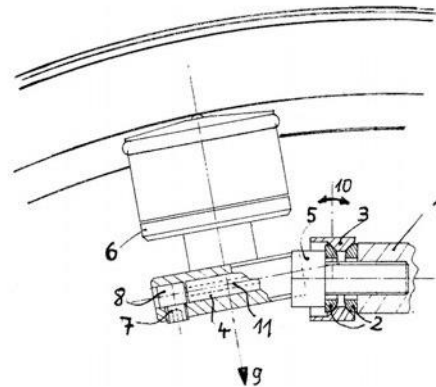

Abbildung 1
Mit 11° Neigungswinkel ist dieser Adapter (siehe Abbildung 1) für die übliche Gabelgeometrie bei 26" und 28"-Rädern ausgelegt. Statt am linken Vorderrad-Bremssockel kann er bei vielen Rädern auch am rechten Hinterrad-Bremssockel montiert werden. Die Montageschritte sind dabei identisch:
- 1) Entferne die M6-Schraube (5 in Abb.1), mit der die Bremse auf dem Sockel (1) gehalten wird.
- 2) Stell sicher, dass die konvexen Seiten der Kugelscheiben (2) im Adapter anliegen. Setze den Adapter (3) ohne Dynamo waagrecht so vor den Sockel, dass das Röhrchen (4) nach vorne zeigt und zieh nur lose an. **Achtung:** Sicherstellen, dass die M6-Schraube mindestens fünf Umdrehungen/Gewindegänge tief im Sockelgewinde eingeschraubt ist, da ansonsten die sichere Funktion der Bremse beeinträchtigt wird.
- 4) Höhenjustage: Schiebe den Dynamo (6) auf das Röhrchen, wobei die Anschlusskabel nach außen zeigen und drehe den Adapter, bis der O-Ring des Dynamos etwa in der Felgenmitte anliegt.
- 5) Seitenjustage: Ist bei diesem Adapter nicht möglich und normalerweise auch nicht nötig, da die Bremssockel einen genormten Abstand haben. Bei schmalen Felgen, schrägen Felgenflanken oder abweichenden Sonderkonstruktionen kann es nötig sein, den Dynamo „auf Umschlag“ zu montieren, damit er näher an die Felge rückt. Dabei zeigen die Anschlusskabel zum Rad und die Madenschraube (7) wird so umgesetzt, dass sie niemals auf das Messingröhrchen (4) sondern immer auf den Edelstahl-Kopf (8) drückt.
- 6) Winkeljustage: Die gedachte Verlängerung der Dynamoachse (9) sollte möglichst genau die Radachse schneiden, um Reibung und Verschleiß zu vermeiden. Der Adapter kann dazu in seiner Kugelaufnahme geschwenkt (10) werden.
- 8) Anpressdruck einstellen: Lass den Betätigungsbügel in der Abklapp-Position (Bügel rechtwinklig zum Adapter), fette Messingröhrchen und Gehäusebohrung ein und schiebe den Dynamo bis zum Anschlag auf das Röhrchen. Schwenke den Dynamo soweit, bis der Abstand zwischen O-Ring und Felge 2mm beträgt und ziehe in dieser Position die M4-Madenschraube (7) gegen den Edelstahl-Kopf (8) vorläufig an.
- 9) Anpressdruck überprüfen: Hebe den Betätigungsbügel aus der Kerbe und lassen ihn in der Anklapp-Position einrasten. Die Torsionsfeder (11) muss den Dynamo nun mit deutlich spürbarer Vorspannung und leichtgängig gegen die Felge drücken, was man dadurch überprüft, dass man ihn mehrmals wenige Millimeter von der Felge abhebt und zurückschnappen lässt.